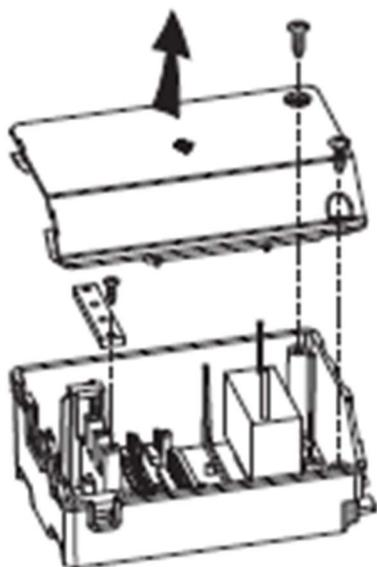

Рис. 1
3. Найдите распределительную коробку, открутите винты на её крышке и снимите крышку распределительной коробки (Рис. 1)